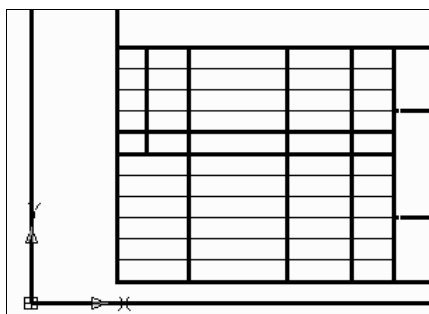

Рис. 5.18. Горизонтальные отрезки штампа после изменения толщины отрезков
3. Щелкните левой кнопкой мыши на толщине 0.18, которая переносится на выделенные отрезки. Список закроется, и выделенные отрезки примут заданную толщину (рис. 5.18).